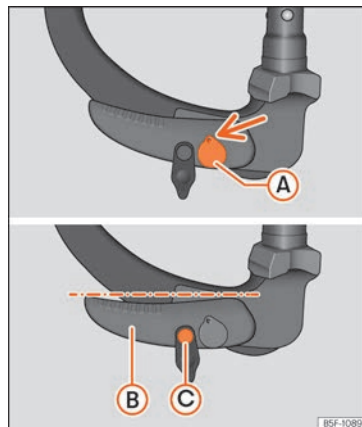

Fig. 266 Predisposizione: posizione della leva e perno di sblocco
- La chiave (A) »» fig. 266 è nella posizione di sblocco (la parte bucata della chiave è rivolta verso l'alto).
- La leva (B) »» fig. 266 è in posizione inferiore.
- Il perno di sblocco può essere mosso (C) »» fig. 266.